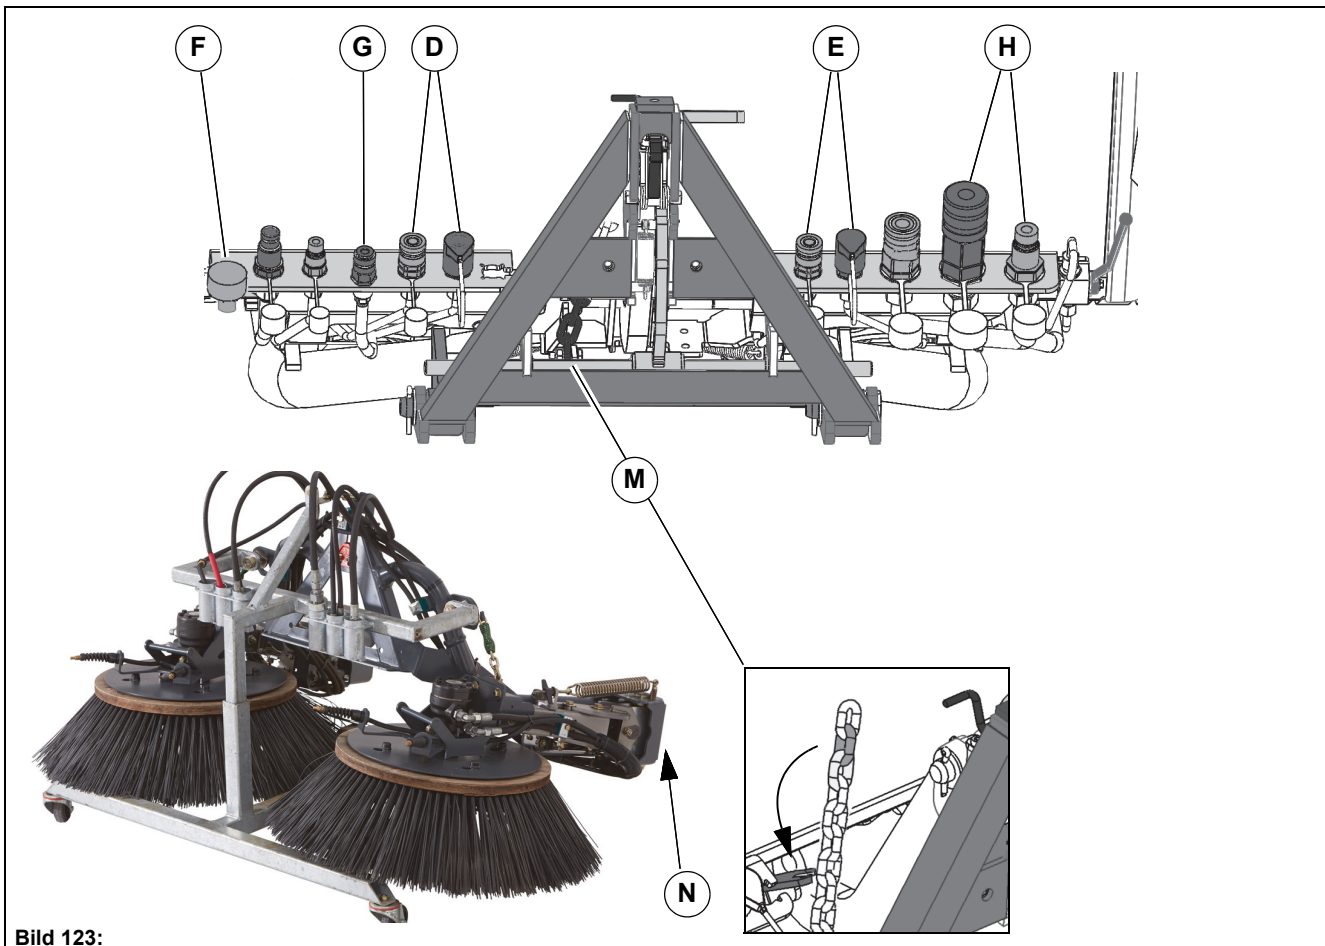

Bild 123:
- Matning/retur höger inställningsdetalj = **Bild 123-D**
- Matning/retur vänster inställningsdetalj = **Bild 123-E**
- Kodningskontakt 19-polig = **Bild 123-F**
- Vattenanslutning till sprutmunstycken = **Bild 123-G**
- Hydraulmotorer sopenhet – matning/retur = **Bild 123-H**
8. Fäst kedjan **Bild 123-M** i den första kedjelänken. Sänk ner frontaggregathållaren och kör isär kvastarmarna. Kontrollera om kanten **Bild 123-N** är lodrät. Ändra fästpositionen vid behov.